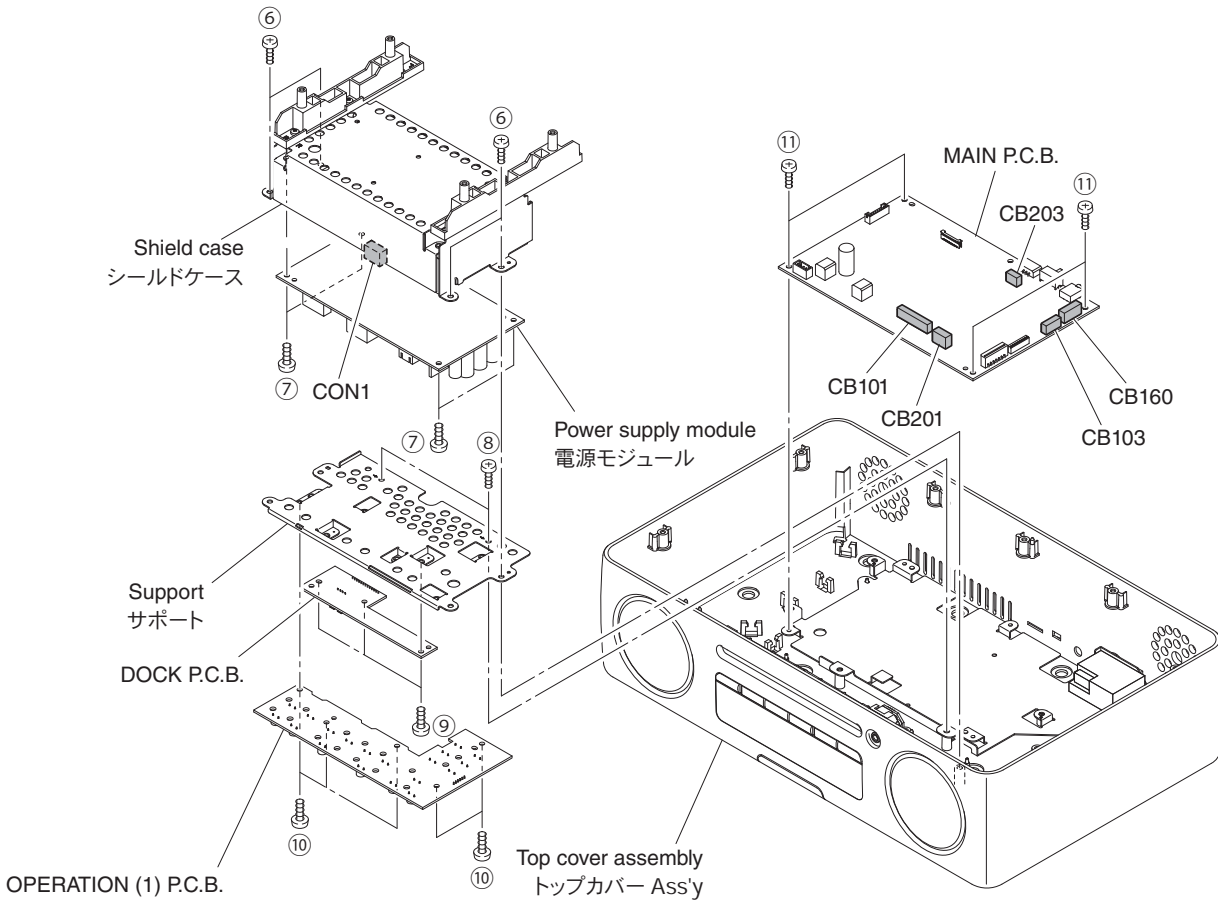

Fig. 3
- a. Remove 4 screws (⑥). (Fig. 3)
- b. Remove CB201. (Fig. 3)
- c. Remove the shield case together with the power supply module. (Fig. 3)
- d. Remove 4 screws (⑦). (Fig. 3)
- e. Remove CON1. (Fig. 3)
- f. Remove the power supply module. (Fig. 3)
**6. Removal of DOCK and OPERATION (1) P.C.B.s**
- a. Remove 2 screws (⑧). (Fig. 3)
- b. Remove CB101 and CB103. (Fig. 3)
- c. Remove the support together with the DOCK and OPERATION (1) P.C.B.s. (Fig. 3)
- d. Remove 3 screws (⑨). (Fig. 3)
- e. Remove the DOCK P.C.B. (Fig. 3)
- f. Remove 5 screws (⑩). (Fig. 3)
- g. Remove the OPERATION (1) P.C.B. (Fig. 3)
- a. Remove 4 screws (⑪). (Fig. 3)
- b. Remove CB160 and CB203. (Fig. 3)
- c. Remove the MAIN P.C.B. (Fig. 3)
- a. ⑥のネジ4本を外します。(Fig. 3)
- b. CB201を外します。(Fig. 3)
- c. シールドケースを電源モジュールと一緒に外します。(Fig. 3)
- d. ⑦のネジ4本を外します。(Fig. 3)
- e. CON1を外します。(Fig. 3)
- f. 電源モジュールを外します。(Fig. 3)
**6. DOCK、OPERATION (1) P.C.B.の外し方**
- a. ⑧のネジ2本を外します。(Fig. 3)
- b. CB101、CB103を外します。(Fig. 3)
- c. サポートをDOCK、OPERATION (1) P.C.B.と一緒に外します。(Fig. 3)
- d. ⑨のネジ3本を外します。(Fig. 3)
- e. DOCK P.C.B.を外します。(Fig. 3)
- f. ⑩のネジ5本を外します。(Fig. 3)